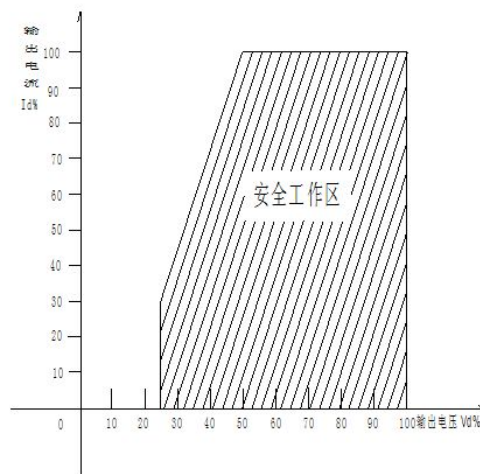

图1: 安全工作区示意图
- 2、直流输出电压在图 1 阴影范围内时，才允许输出额定电流，否则直流输出电流必须降额使用。